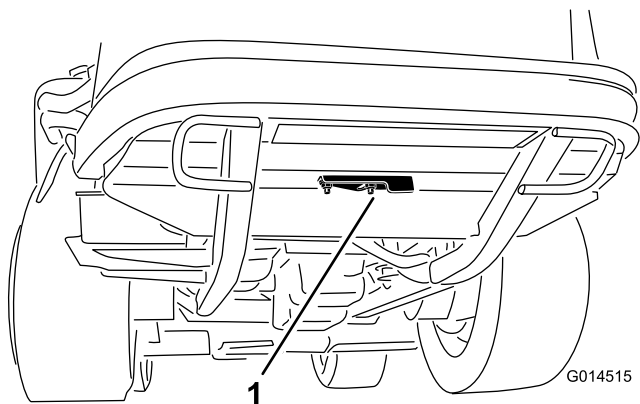

Figura 44
2. Desaperte a porca flangeada que prende a cobertura de limpeza à parte inferior da estrutura traseira (Figura 44). Rode a cobertura para o lado para expor o furo de limpeza no chassis.